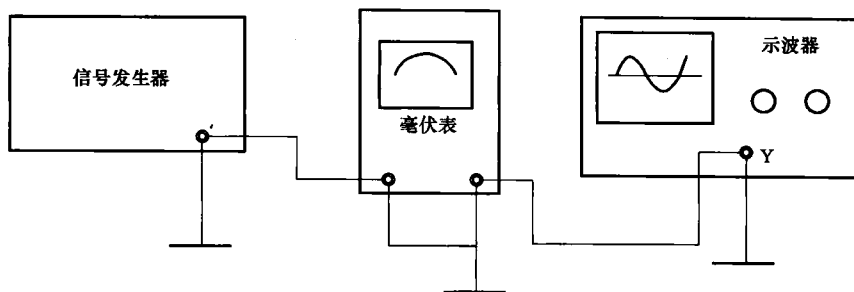

图 1-8 信号发生器、毫伏表和示波器连接方法
(5) 根据屏幕的坐标刻度, 被测信号波形峰-峰值为 $D\text{div}$, 若此时仪器 V/div 处于 $0.1\text{V}/\text{div}$ 档, 且探极处于 $X1$ 位置, 则被测信号的峰-峰值为: $V_{P-P} = 0.1\text{V}/\text{div} \times D\text{div} = 0.1 \times 4 = 0.4\text{V}$, 其有效值为 $U = V_{P-P}/2\sqrt{2}$, 其一个周期水平时间为 $T\text{div}$, 若此时仪器 T/div 处于 $0.2\text{ms}/\text{div}$ 档, 则被测信号的周期为: $T = 0.2\text{ms}/\text{div} \times 4 = 0.8\text{ms}$, 频率为 $f = 1/T$ 。
(6) 将信号发生器、毫伏表和示波器按图 1-8 方法连接, 测量并填表 1-2。